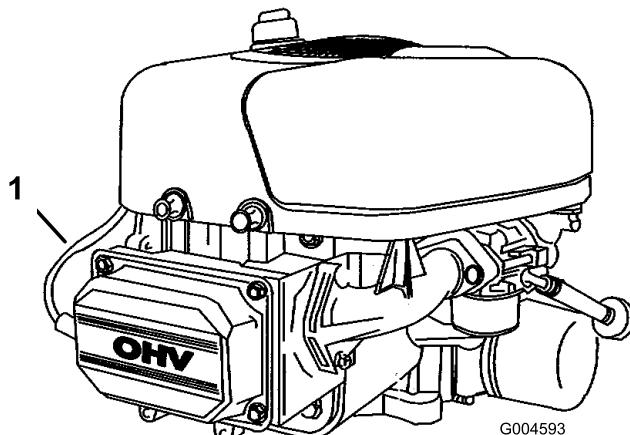

Bild 25
7. Klemmen Sie das Zündkabel von der Zündkerze ab (Bild 25).
- Schließen Sie den Zündkerzenstecker an die Zündkerze an (Bild 25).